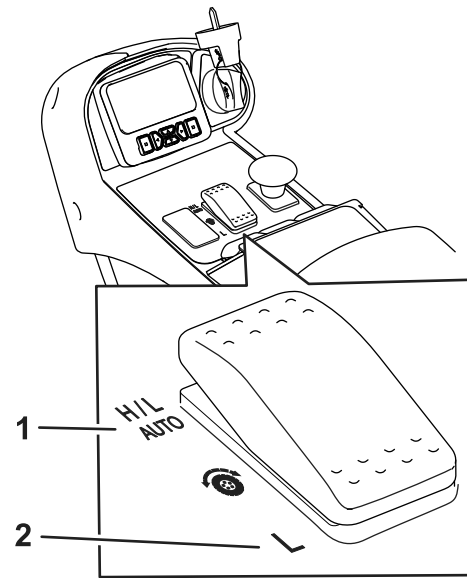

Figure 25
- Dans des conditions de fonctionnement normales, cette machine destinée à fonctionner en plaçant le sélecteur de gamme à la position H/L AUTO (Figure 25). Cette position permet à la machine d'alterner automatiquement entre les gammes haute et basse, selon qu'elle est utilisée pour la tonte ou le transport.
- Lorsque vous sélectionnez la position GAMME BASSE (Figure 25), la machine va toujours fonctionner en mode gamme basse. Ce réglage est à privilégier lorsque vous utilisez la machine dans un atelier, que vous la chargez ou la déchargez d'une remorque, quand vous gravissez des pentes raides ou pour toute autre opération qui ne nécessite pas une vitesse de déplacement élevée.
Cette machine dispose de 2 gammes de vitesse de déplacement : la gamme basse et la gamme haute. Le sélecteur de gamme permet de sélectionner les positions suivantes (Figure 25) :